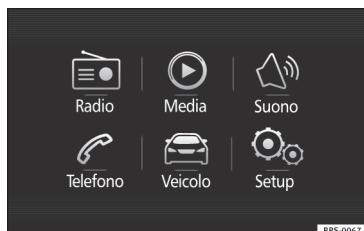

Fig. 42 Easy Connect: Menu principale.
- Premere il tasto **MENU** del sistema e, quindi, il tasto di funzione **Veicolo** » **fig. 42** o il tasto **CAR** del sistema per accedere al menu **Veicolo** » **fig. 43**.